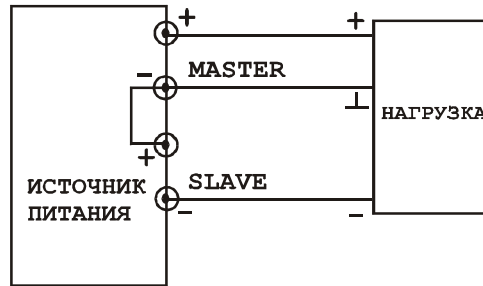

Рис. 6-4 Подключение нагрузки к источнику положительного/ отрицательного напряжения
- При необходимости питать нагрузку одновременно напряжением положительной и отрицательной полярности подключение произвести в соответствии с рис. 6.4. В этом случае выходное напряжение соответствующей полярности будет изменяться от 0 до номинального значения.